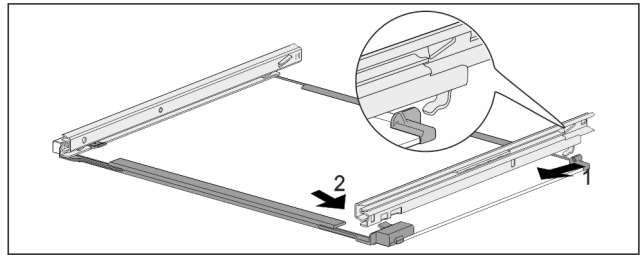

Fig. 176 Glasplatte mit Schienen
- ▶ Schiene hinten einhaken. Fig. 176 (1)
- ▶ Schiene vorne einrasten. Fig. 176 (2)